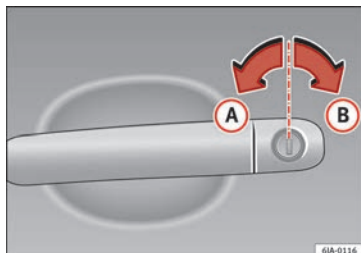

Fig. 122 Posições da chave ao trancar e destrancar o veículo.
- Rode a chave na fechadura do lado do condutor no sentido do andamento até à posição de abertura **(A)** »» **Fig. 122**.
- Rode a chave na fechadura do lado do condutor no sentido contrário do andamento até à posição de fecho **(B)** »» **Fig. 122**.